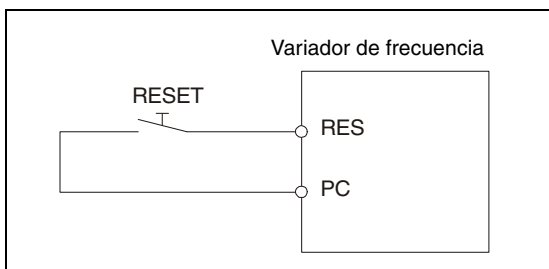

Fig. 7-3:
- Mediante la conexión de la señal de RESET (conexión de los bornes RES y SD con lógica negativa o bien, como se representa en Fig. 7-3 para la lógica positiva, los bornes RES y PC) durante un mínimo de 0,1 s, y desconectando después. Si permanece conectada la señal de RESET, en la visualización aparece "Err."